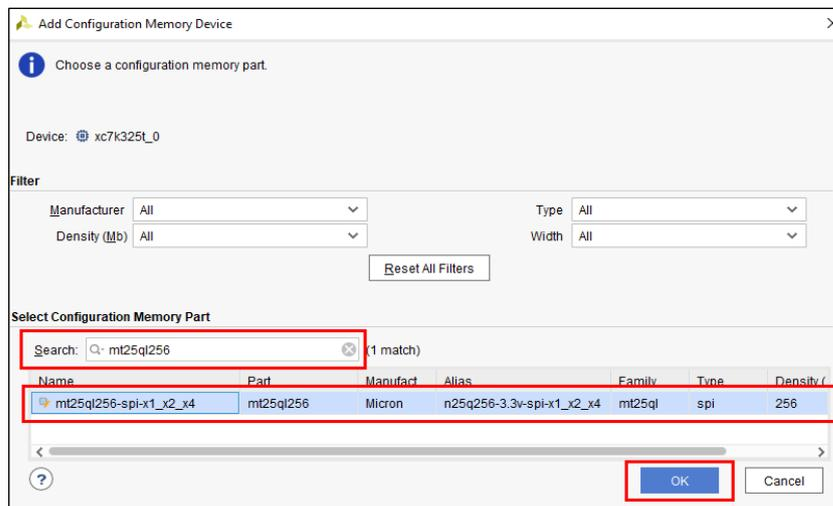

Рисунок 4- Выбор микросхемы конфигурационной памяти MT25QL256.
- выбрать микросхему конфигурационной памяти «mt25ql256-spi-x1_x2_x4» и нажать «ОК» рисунок 4.